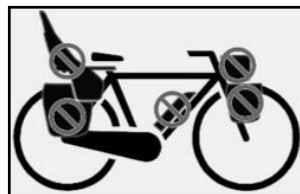
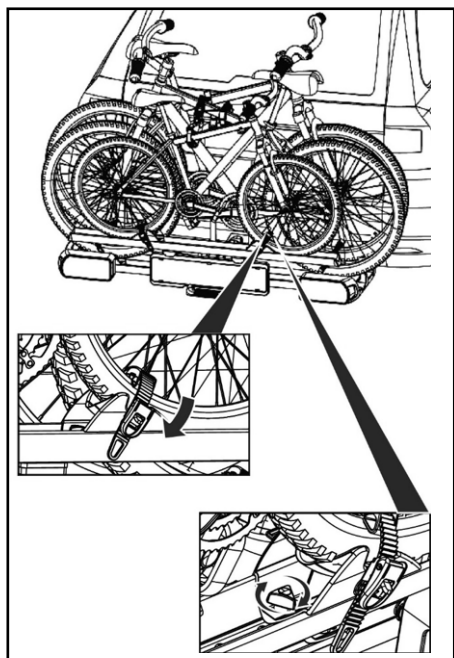

Figura 8: Accessori perdibili
Figura 11: Fissaggio terza bicicletta
- Prima di iniziare il viaggio, controllare sempre che la cinghia sia fissata correttamente e saldamente attorno alle biciclette e alla staffa a U del portabiciclette (figura 11).
- In caso di fissaggio lento, ripetere i passaggi illustrati da figura 8 a figura 11